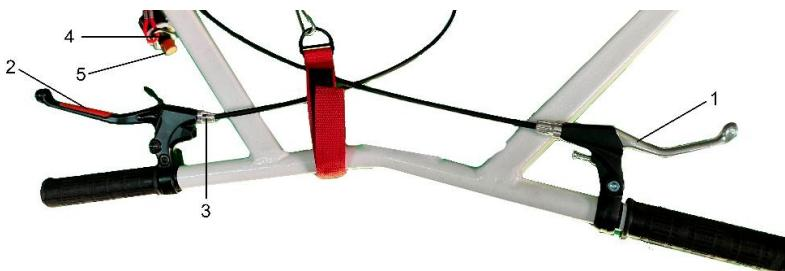

Рис.6. Органы управления мотобуксировщиком.
• **Рычаг газа** (рис.6, поз.1) управляет дроссельной заслонкой двигателя. Для начала движения и ускорения нажмите на рычаг газа. Для замедления отпустите рычаг газа. Перед запуском двигателя проверьте рычаг газа, убедившись, что он работает плавно. Удостоверьтесь, что рычаг возвращается в положение холостого хода, как только он становится свободным.
• **Рычаг тормоза** (рис.6, поз.2) управляет нажимной колодкой дискового тормозного механизма. Дисковый тормоз используется для снижения скорости перемещения или полной остановки мотобуксировщика.
• **Болт регулировки рычага тормоза** (рис.6, поз.3). Данный болт предназначен для регулировки свободного хода рычага тормоза. Выкручивая регулировочный болт можно уменьшить люфт рычага тормоза.
• **Срываемая чека блока аварийного выключения двигателя** (рис.6, поз.4) предназначена для экстренного выключения двигателя. Водитель должен всегда управлять мотобуксировщиком с надетым на руку или пристегнутым к одежде шнуром. Если во время движения водитель аварийно покидает мотобуксировщик, срываемая чека слепает с блока, тем самым останавливая двигатель.
• **Кнопка выключения двигателя** (рис.6, поз.5) предназначена для того чтобы заглушить работающий двигатель после остановки мотобуксировщика, либо на ходу при необходимости экстренного выключения двигателя.